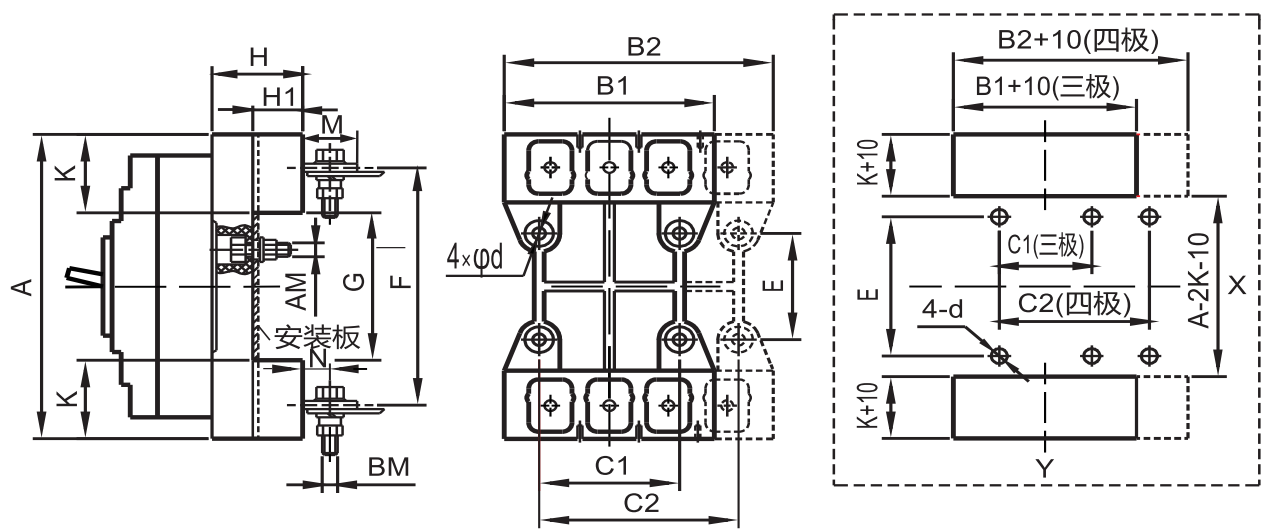
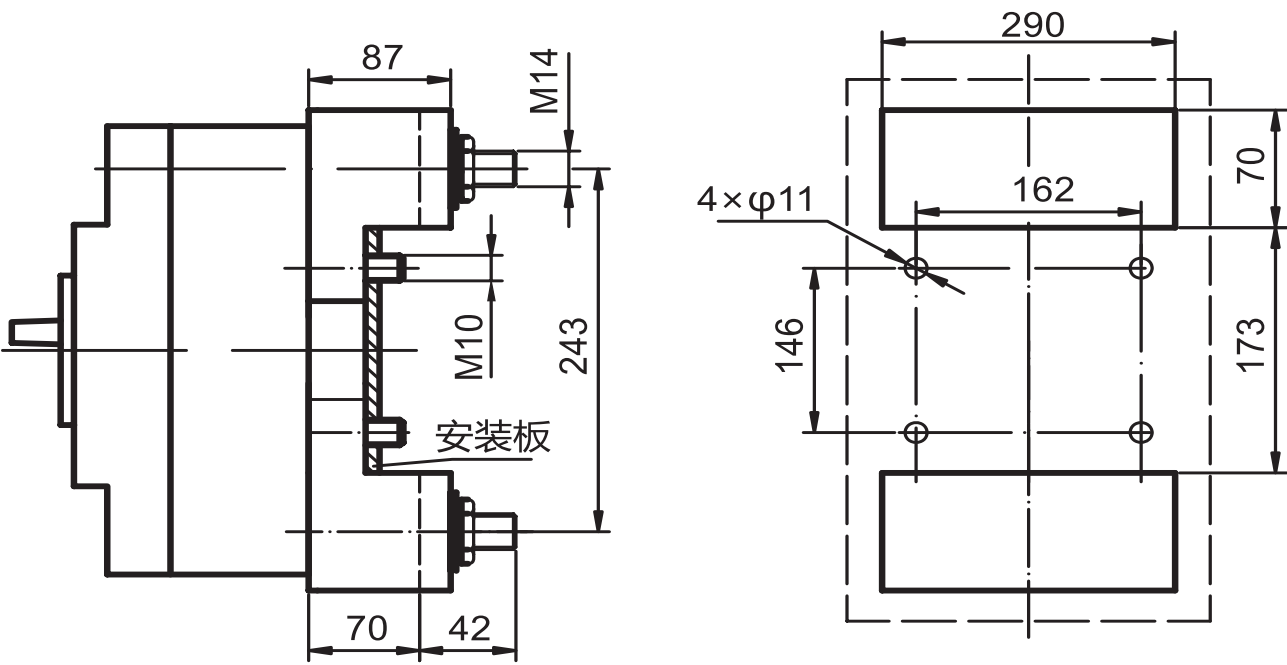

图13 插入式板后安装板开孔尺寸
图14 RDM1L-800四极插入式板后外形及安装板开孔图
6.3 RDM1L系列插入式外形尺寸及安装板开孔尺寸见图13、图14及表13